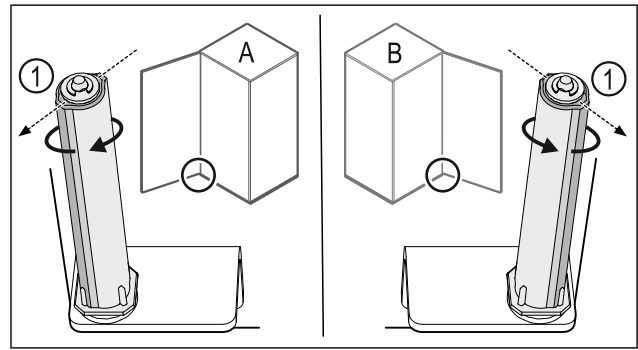

Fig. 30 Розкриття ліворуч (A) / Розкриття праворуч (B)
- Систему закриття повертати проти опору доки перемичка системи закриття Fig. 30 (1) не показуватиме назовні.